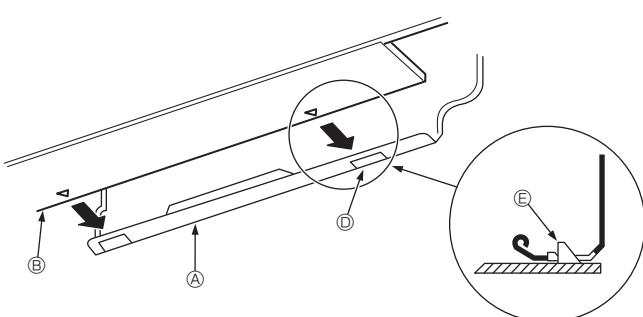

Fig. 3-24
- Lors de l'insertion de la tuyauterie d'eau et du tuyau d'écoulement dans le trou de pénétration dans le mur (manchon de pénétration), accrocher le haut de l'appareil intérieur à la planche d'installation ①.
- Fixer en poussant la partie inférieure de l'appareil intérieur sur la planche d'installation ①. (Fig. 3-24)
- Vérifier que les boutons ⑤ dans le bas de l'appareil intérieur sont correctement accrochés dans la planche d'installation ①.